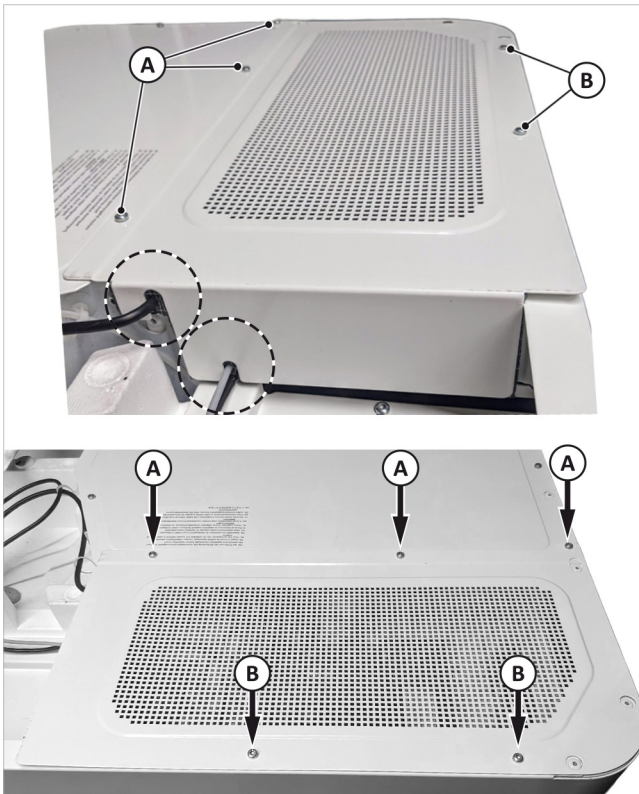

Abb. 7: Quadratlochblech oberhalb der IWS montieren
3. Abdeckblech für die IWS montieren: Dazu zunächst die 3 Schrauben mittig an dem Verdichter-Abdeckblech lösen (→ Abb. 7 (A)) und anschließend die Abdeckung der IWS auflegen/ausrichten. Die vorhandenen Kabel
nicht knicken/quetschen, sondern durch die Aussparungen der Abdeckung führen. Anschließend die Schrauben entsprechend → Abb. 7 (A) und (B) einschrauben.